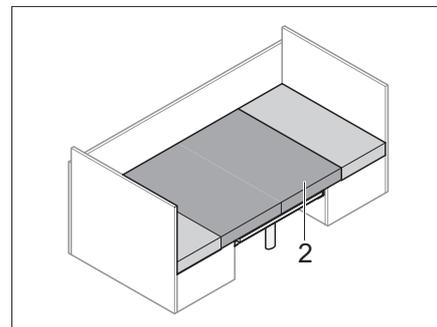

Fig. 60 Coussin supplémentaire intégré
- Disposer le coussin supplémentaire fourni (Fig. 60,2).